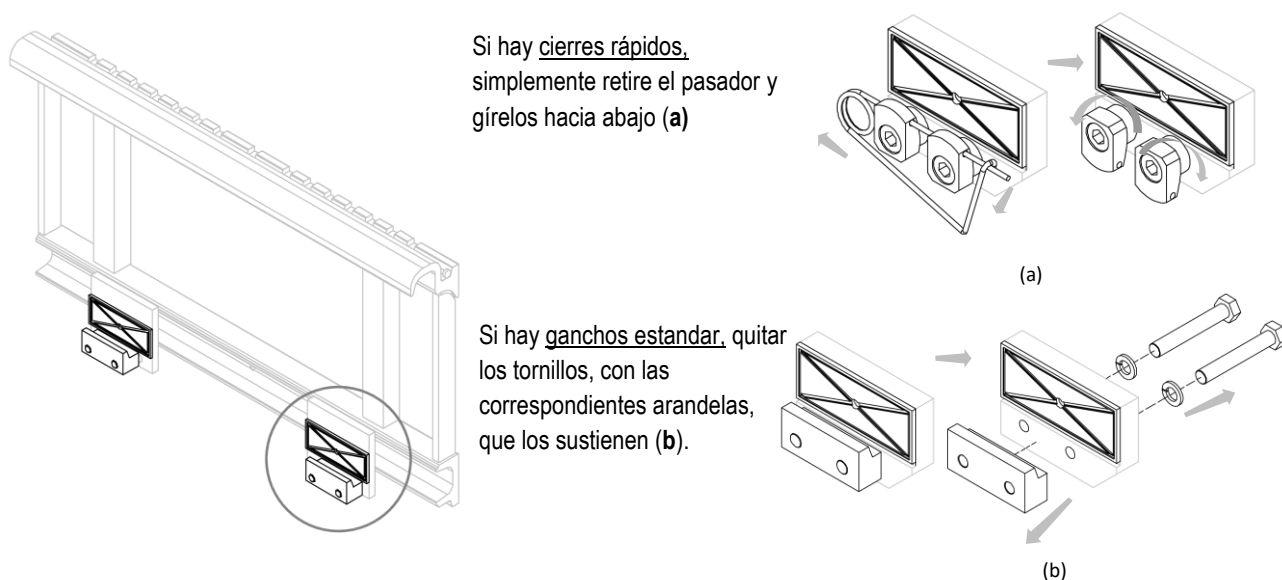

Figura 8
3. Quitar los ganchos inferiores del implemento y engrasar las deslizaderas inferiores/los rodillos inferiores (mira *Figura 8*).